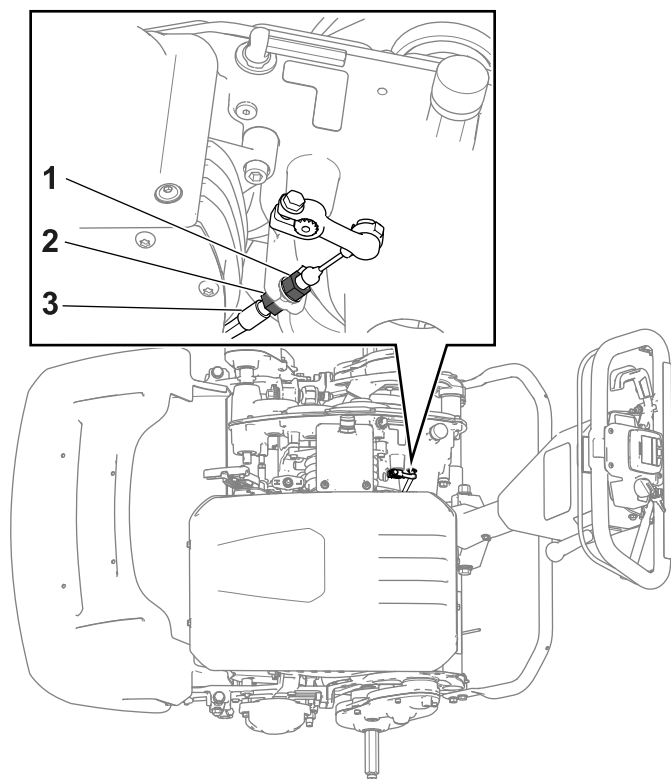

Figure 39
- Pour augmenter la tension du câble, desserrez l'écrou de blocage avant et serrez l'écrou de blocage arrière (Figure 39). Répétez l'opération 2 et ajustez la tension au besoin.
de blocage avant (Figure 39). Répétez l'opération 2 et ajustez la tension au besoin.